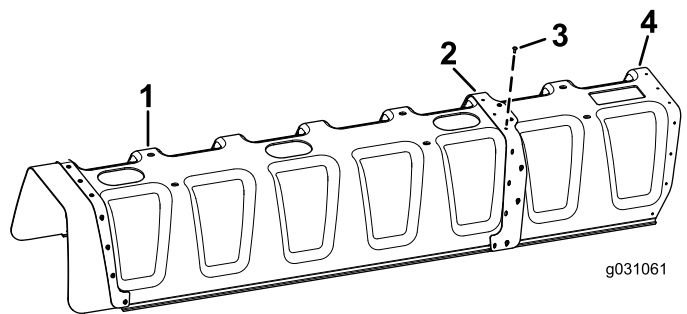

Рисунок 6
2. Установите 11 закладных заклепок (3/16 x 1/2 дюйма) с шайбами (3/16 дюйма) на усиливающую пластину, подсоединив кожух 11 сопл к кожуху 12 сопл (Рисунок 6).